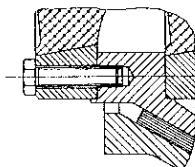
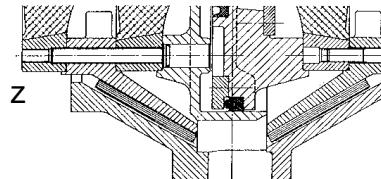

Рисунок 9
Рисунок 10
После отключения сжатого воздуха необходимо действовать следующим образом. Вывинтить четыре коротких болта с шестигранной головкой, ввинченные на внешнем кольце эластичного кольцевого элемента на ведомой стороне. У этих болтов имеется непрерывная резьба до головки болта, и они смещены на 90° по отношению друг к другу (↗ Рисунок 9). На той же окружности центров отверстий эластичного кольцевого элемента находятся четыре отверстия с резьбой, особо обозначенные насечкой (Z) (↗ Рисунок 10).